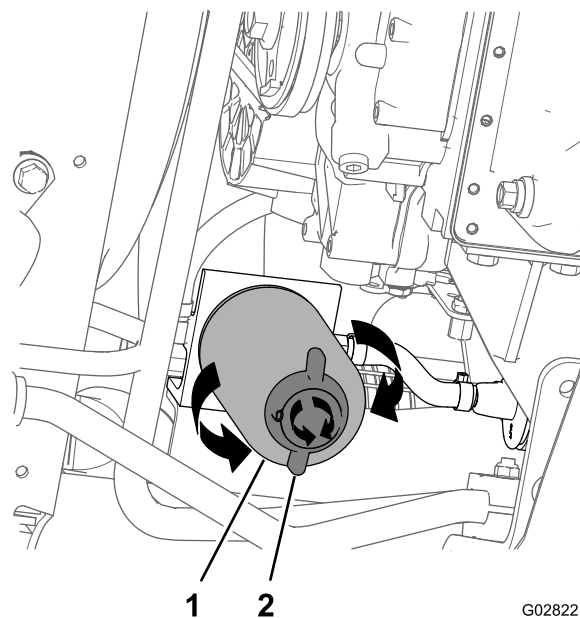

图 76
4. 在燃油滤清器下面放置一个放油盘请参阅 更换水分分离器 (页码 48) 中的 图 76。
2. 在水分离过滤器下面放置一个排油盘图 76。
3. 逆时针旋转水分离过滤器底部的排水阀图 76。
4. 清洁水分离过滤器和滤清器安装座周围的区域图 76。
5. 拆下水分离过滤器图 76。
9. 确保水分离过滤器底部的排水阀按照顺时针方向旋转牢牢拧紧图 76。